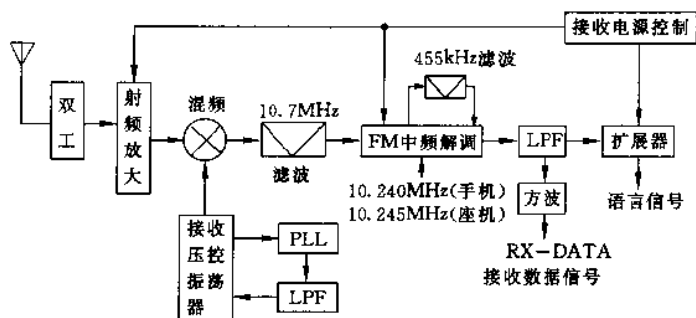

图 2-44
⑧低频放大器的作用是：将鉴频器输出的音频信号进行放大，以推动喇叭(SP)工作。
(3)多频道自动选址的无绳电话机接收回路构成框图如图 2-44 所示。图中,LPF 为低通滤波器,PLL 为锁相环。